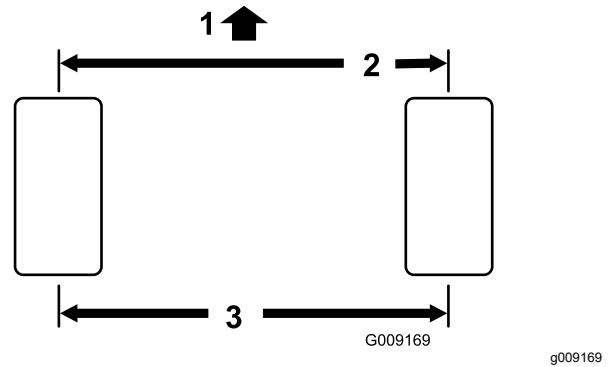

図 57
2. 後輪の前と後ろで、左右のタイヤの中央線距離を測るアクスルの高さ位置で計測図57。